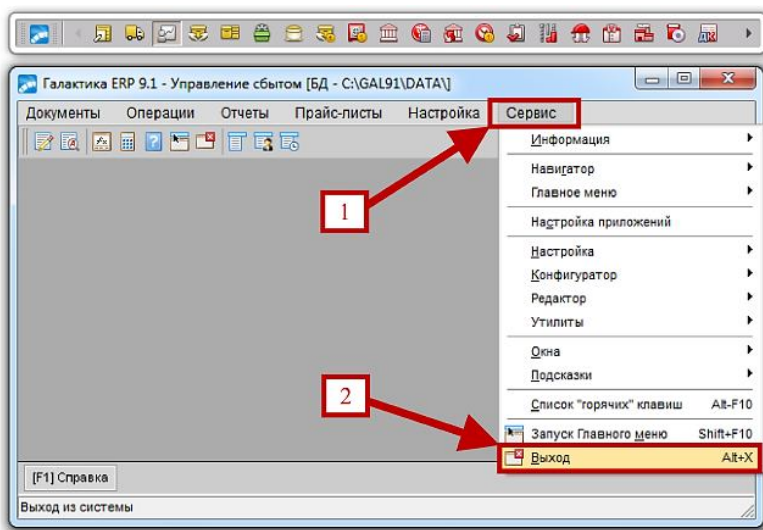

Рисунок 7 – Пример корректного завершения работы программного продукта «Галактика ERP 9.1 - BELARUS» с использованием меню «Сервис»
– выбрать в главном меню «Сервис» и далее команду «Выход» (рисунок 7);